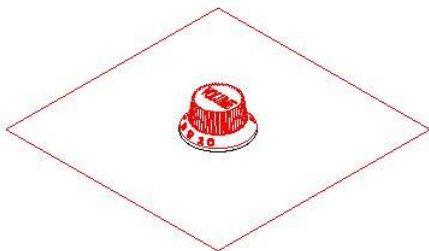

图5-8
5. 在【分型管理器】对话框中单击【创建/编辑分型面】按钮，弹出【创建分型面】对话框。单击 按钮，弹出【曲线/点选择】对话框，选择上一步创建的分型线，单击 按钮创建分型面，如图 5-8 所示，然后单击 按钮返回【分型管理器】对话框。